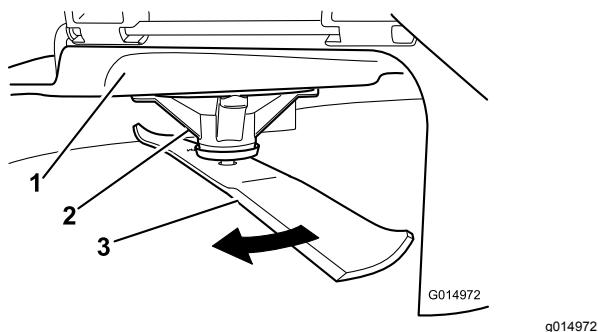

Figura 60
2. Indossando guanti dalla spessa imbottitura o altre protezioni idonee per le mani, ruotate lentamente la lama in una posizione che consente di misurare la distanza tra il bordo di taglio e la superficie piana su cui si trova la macchina (Figura 60).